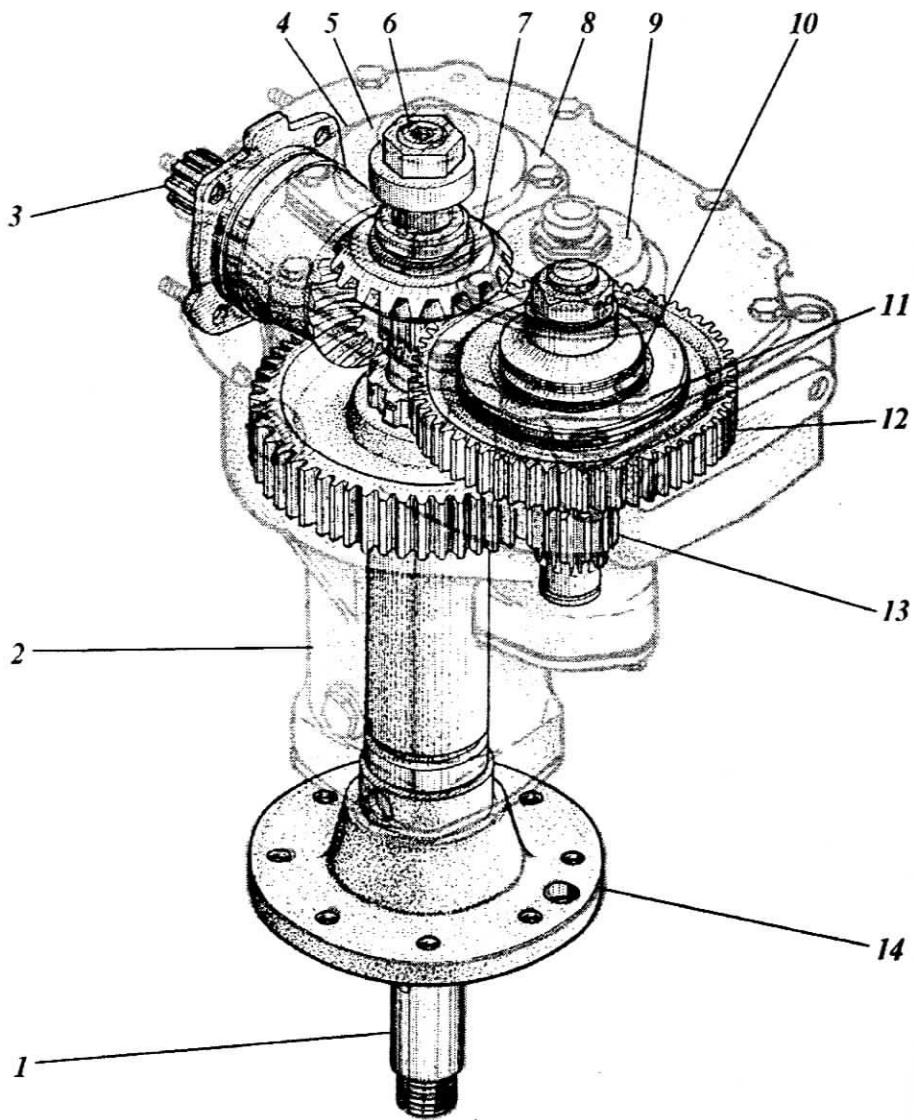

Рис.117 - Редуктор конический.
- с помощью опор 8 (рис.117) установите жатку таким образом, чтобы труба верхняя проставки была несколько выше ловителя питателя комбайна;
При установке новой пары конических шестерен необходимо добиться их правильного взаимного расположения для получения надежного контакта зубьев. Для этого отпустите гайку, стопорящую вертикальный вал 2 (рис.117) редуктора снизу. Установите на вал ведомую шестерню 7, опору 8 и диск 5. Затяните их гайками 6 на валу до упора. Сначала установите положение ведомой шестерни, потом регулируйте положение ведущей. Ведомую шестернию 7 установите таким образом, чтобы вершина ее начального конуса совпала с осью вала ведущей шестерни 3. Это соответствует теоретическому монтажному расстоянию 36,947 мм, на котором производилась нарезка зубьев ведомой шестерни. Установку теоретического монтажного расстояния производите следующим образом:
Сверните три болта и снимите крышку 9 (рис.117). Расшплинтуйте гайку на валу и подожмите тарельчатые пружины 10 муфты на 1/6 оборота гайки. Затем зашплинтуйте гайку и установите на место крышку.